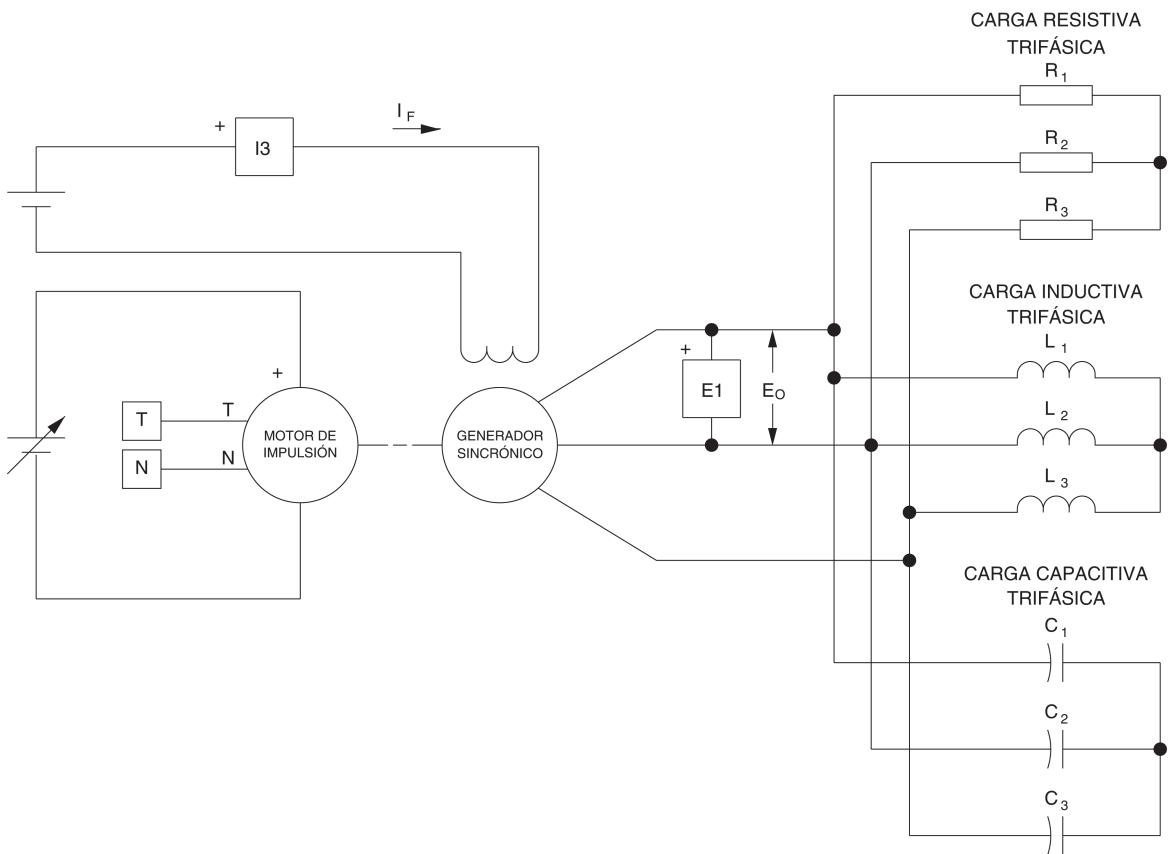

Figura 6-9. Generador síncronico bajo carga acoplado al Motor de impulsión.
En la primera parte del ejercicio, usted montará el equipo en el Puesto de trabajo, lo conectará como lo muestra la Figura 6-9 y realizará los ajustes apropiados en el módulo Motor de impulsión / Dinamómetro.
- 5. Conecte el equipamiento como lo muestra la Figura 6-9. Abra todos los interruptores de los módulos Carga resistiva, Carga inductiva y Carga capacitiva.